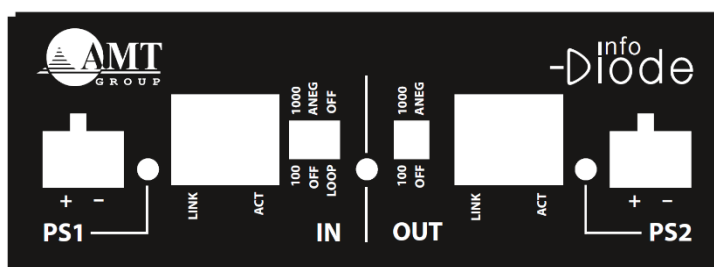

Рис. 2. Передняя панель Изделия
На передней панели (Рис. 2) размещены два внешних интерфейса 100Base-TX/1000Base-T – с RJ45-модулями: входной (IN) и выходной (OUT). Два разъема PS1 и PS2 для подключения источников питания постоянного тока 10-36 VDC, Max 15 W и конфигурационные переключатели для каждого из IN и OUT модулей.